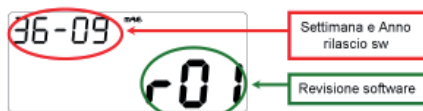
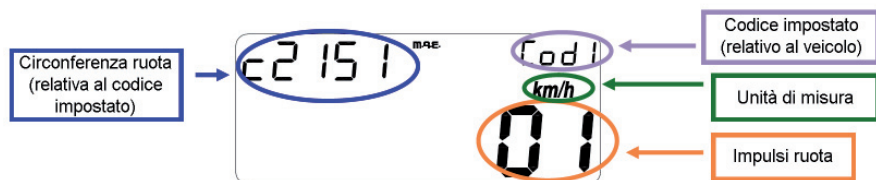

Fig. 17
Fig. 19
- I^ pagina (ad ogni collegamento con la batteria veicolo): Versione e data di rilascio del software (per circa 3 secondi) (fig. 17).
- III^ pagina (ad ogni accensione dello strumento): Visualizzazione dei parametri impostati (fig. 19).
- Visualizzazione delle schermate come fig. 17 e fig. 19 per circa 3 sec.